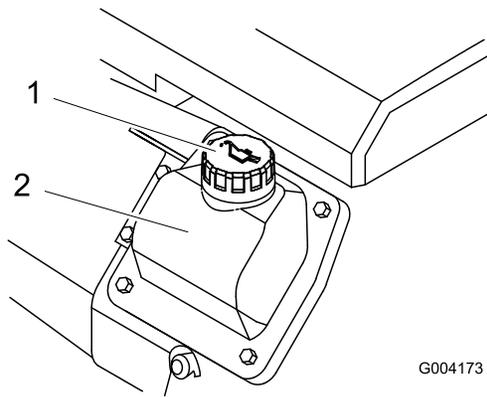

Bild 36
8. Reinigen Sie bei niedrigem Ölstand den Bereich um den Ölfüllstutendeckel und nehmen den Deckel ab (Bild 36).
6. Entfernen Sie den Ölfülldeckel (Bild 36) und gießen Sie ungefähr 80 % der angegebenen Ölmenge langsam in die Ventilabdeckung ein.
9. Entfernen Sie den Ölfülldeckel (Bild 36) und gießen Sie ungefähr 80 % der angegebenen Ölmenge langsam in die Ventilabdeckung ein.